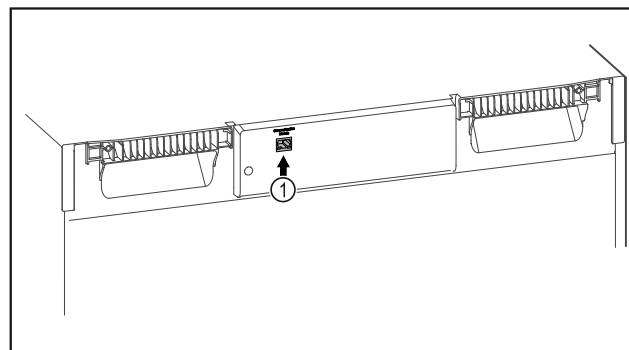

Fig. 150
- ☐ Το SmartModule Fig. 150 (1) είναι τοποθετημένο.